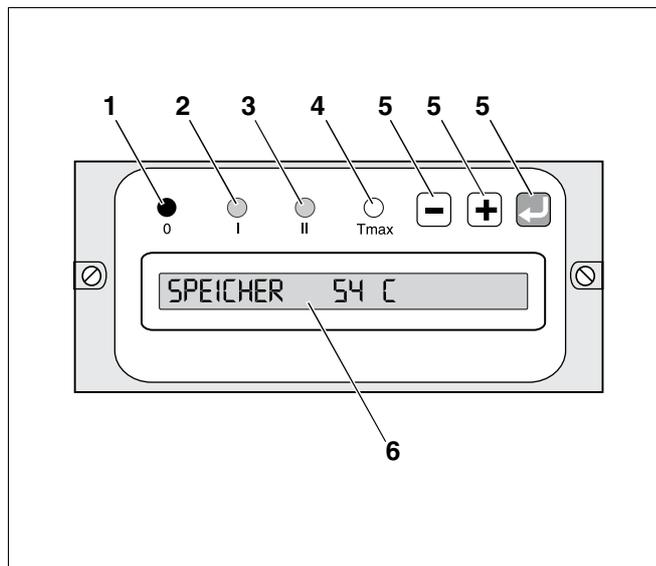

Fig. 3 Regolatore KR 0106
I quattro LED (fig. 3, **pos. 1 a 4**) segnalano lo stato di funzionamento dell'impianto solare come illustrato nella tabella 1.